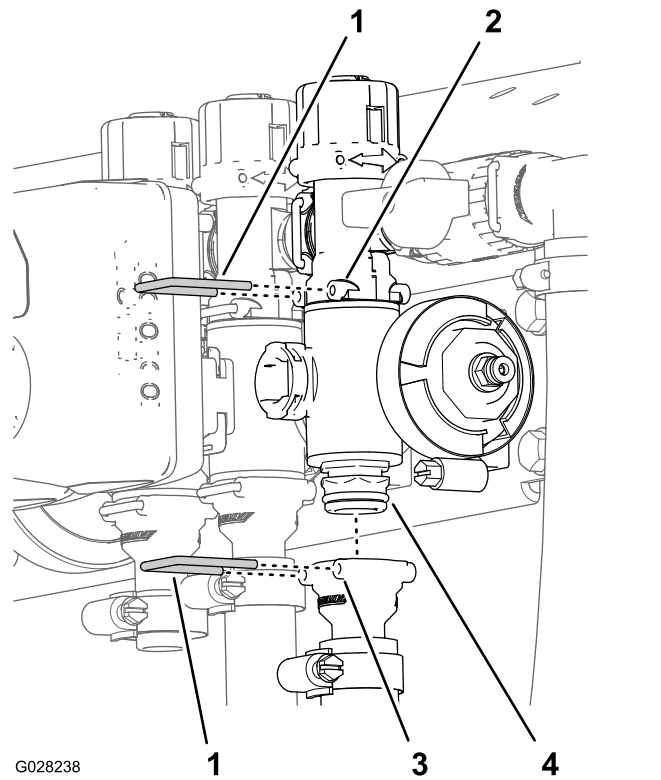

Bild 105
2. Entfernen Sie die Halter, mit denen das Auslaufanschlussstück am Abschnittsventilverteiler und dem Ventilverteiler am Sicherheitsventil-Anschlussstück befestigt ist (Bild 105).